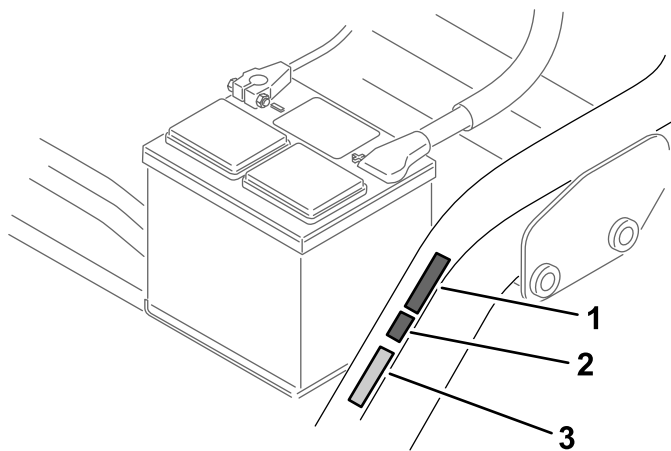

Figura 16
- Coloque la pegatina de la marca CE junto a la placa del número de serie (Figura 16).
- Coloque la pegatina del año de producción CE junto a la pegatina de la marca CE (Figura 16).